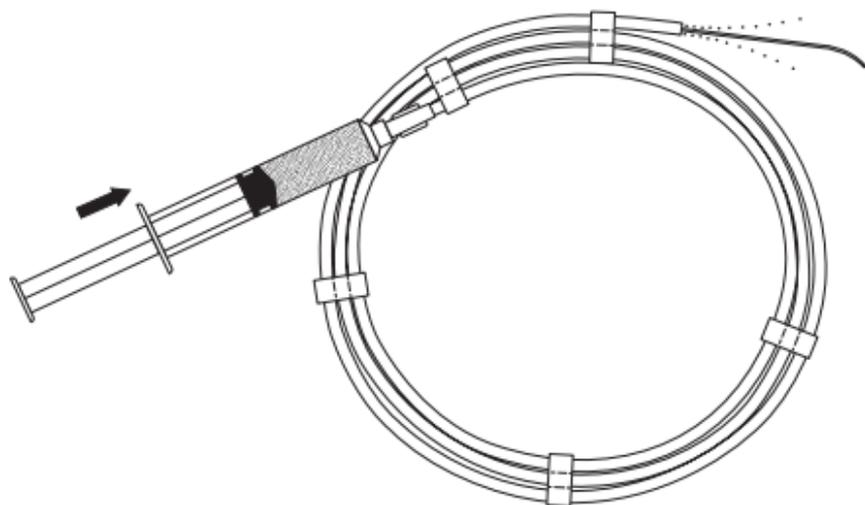

Fig. 1
2. Injecte solução suficiente para molhar toda a superfície do fio guia. (**Fig. 1**) Isto activará o revestimento AQ, fazendo com que a superfície do fio guia fique muito lubrificada.